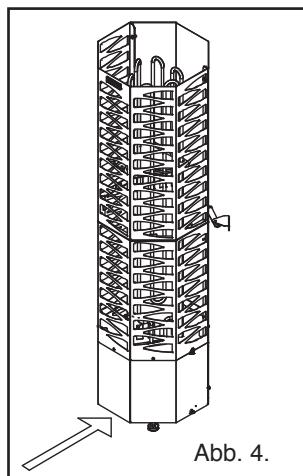

Abb. 4.
- Der Steuerspannungsschalter des Saunaofens befindet sich an der Vorderseite unten. (Siehe Abb. 4)